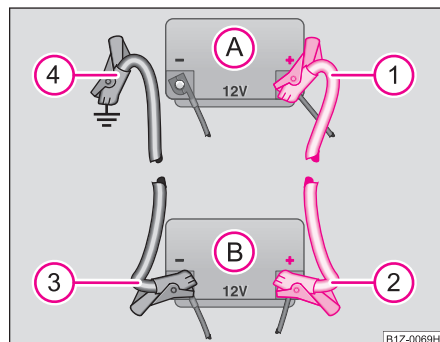

Abb. 159 Starthilfe mit der Batterie eines anderen Fahrzeugs: A - entladene Fahrzeugbatterie, B - stromgebende Batterie
- Befestigen Sie ein Ende am Pluspol (1) ⇒ Abb. 159 der entladenen Batterie (A).
- Befestigen Sie das andere Ende am Pluspol (2) der stromgebenden Batterie (B).